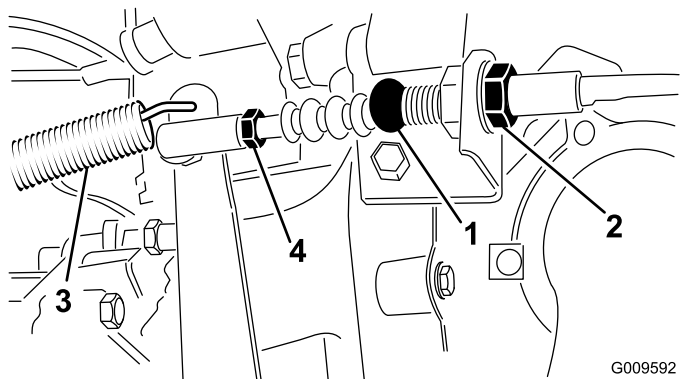

Figura 68
1. Afloje las contratuercas que fijan el cable del embrague al soporte de la carcasa (Figura 68).